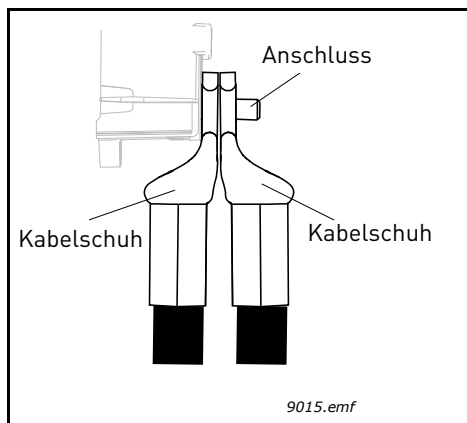

Abbildung 43. Anordnung von zwei Kabelschuhen übereinander
- **HINWEIS:** Falls Sie mehrere Kabel am gleichen Anschluss verwenden, achten Sie auf die Anordnung der Kabelschuhe übereinander (siehe Abbildung 43 unten).